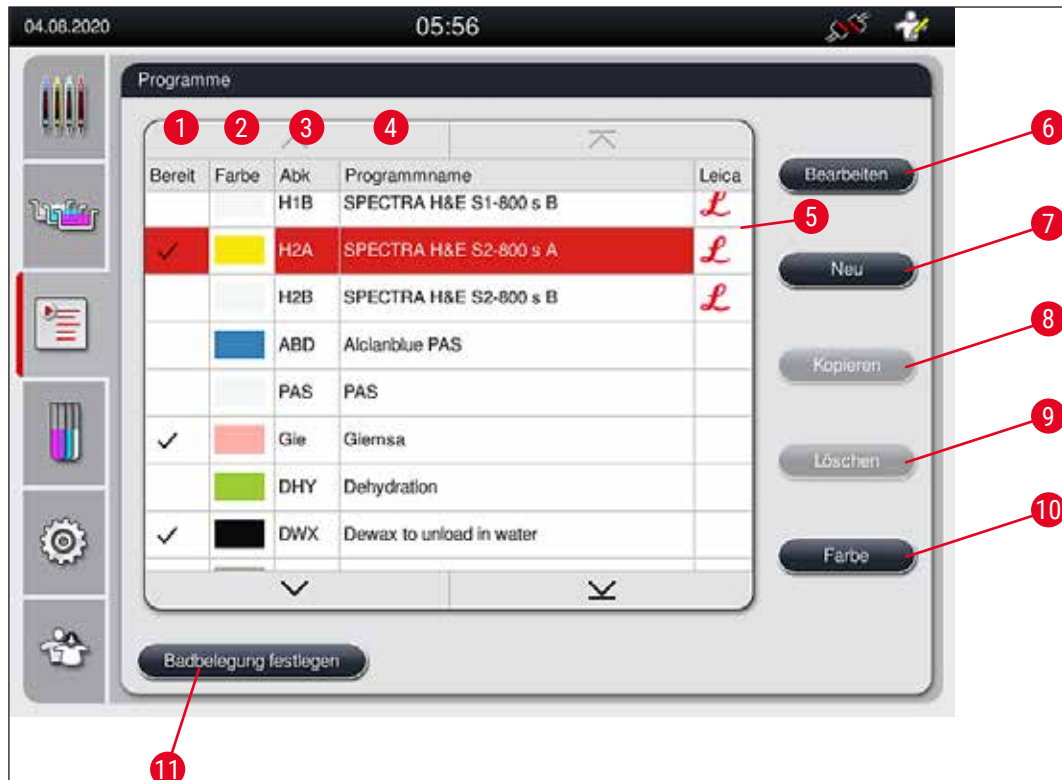

Abb. 41
- Zum Zuordnen einer Bügelfarbe zu einem Programm, das entsprechende Programm in der Programmliste (→ "Abb. 41") durch Antippen auswählen.
Manche Leica-Färbeprogramme können parallel mit unterschiedlichen Einstellungen (Färbeintensität, Ofenschritt) verwendet werden (→ S. 70 – 5.9.3 Anpassen des Leica H&E Färbeprogrammes). Diese Programme sind in der Programmliste (→ "Abb. 41") doppelt vorinstalliert. Zur Unterscheidung werden doppelt vorinstallierte Leica H&E Färbeprogramme mit den Abkürzungen S1A und S1B bzw. S2A und S2B in der Programmliste dargestellt. Diese Programme enthalten exakt die gleichen Programmschritte. Werden zwei gleiche Programme in die Badbelegung integriert, müssen auch zwei gleiche Färbe-Kits eingescannt und befüllt werden.